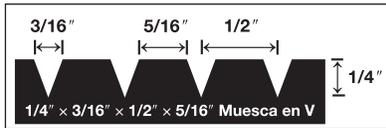

Figura 2
- Palustre con muesca en V de 1/4" x 1/2" x 3/16" (6 mm x 13 mm x 8 mm) (Figura 2) u otro palustre de un fabricante de adhesivos.
- Extienda suficientes cantidades del adhesivo recomendado con el palustre recomendado (Figura 2) en un área que se pueda cubrir en 60 minutos (consulte la información sobre el adhesivo).